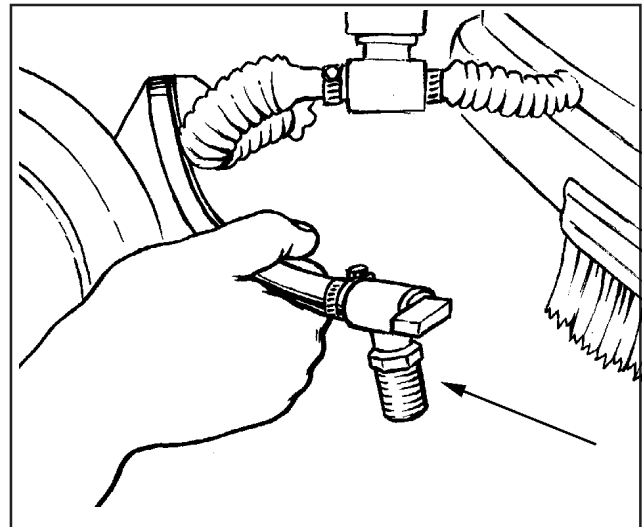

Abb. 11
- Beim Entleeren des Batterieraums (Siehe Abb.11):